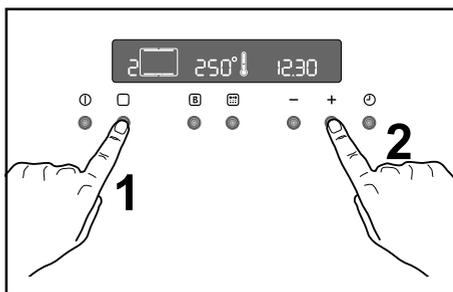

Рис. 2
- нажмите кнопку  2 раза и выберите традиционный режим приготовления  (Рис. 2).